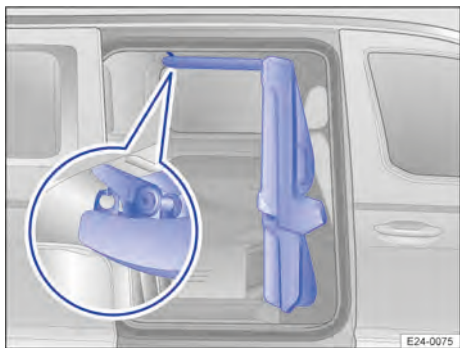

Abb. 88 Flexible Trennwand in aufgestellter Position.
3. Oberen hinteren Teil der Trennwand mit dem Handballen nach oben drücken, bis die Halterung → Abb. 88 (Lupe) mit einem Klickgeräusch einrastet.
1. Oberen hinteren Teil der Trennwand nach unten ziehen, bis sich die Halterung löst → Abb. 88 (Lupe).